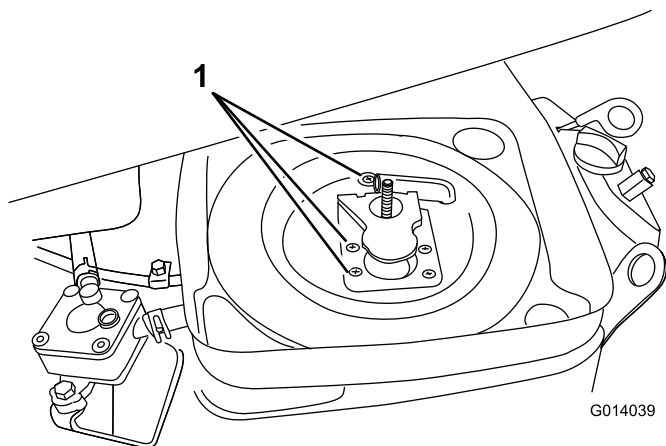

Figura 2
3. Togliete i 5 bulloni esistenti che fissano il corpo del filtro dell'aria al carburatore (Figura 2).